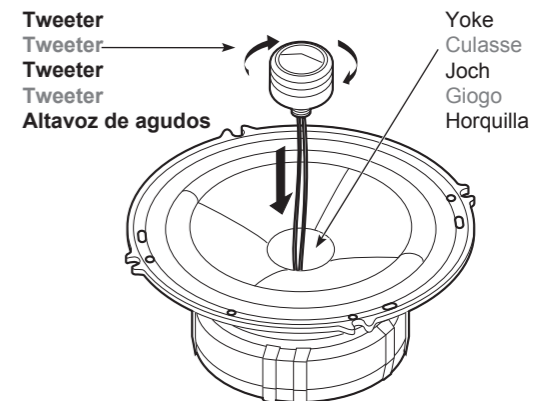

Figure 5 / Figure 5 / Abbildung 5 / figura 5 / Figura 5
- Pass the tweeter lead wire through the hole in the yoke, then turn the tweeter in the direction of the arrow to fix it firmly in place. (Figure 5)
- Faites passer le cordon du tweeter par le trou de la culasse, puis tournez le tweeter dans le sens de la flèche pour le fixer solidement en place. (Figure 5)
- Führen Sie den Tweeter-Leitungsdraht durch das Loch im Joch, und drehen Sie den Tweeter dann in Pfeilrichtung, um ihn zu sichern. (Abbildung 5)